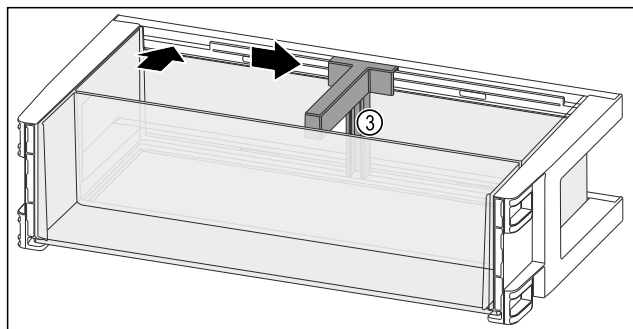

Fig. 118
- Flessenhouder Fig. 118 (3) in de uitsparing plaatsen.
- Flessenhouder Fig. 118 (3) in de gewenste positie opzij schuiven.